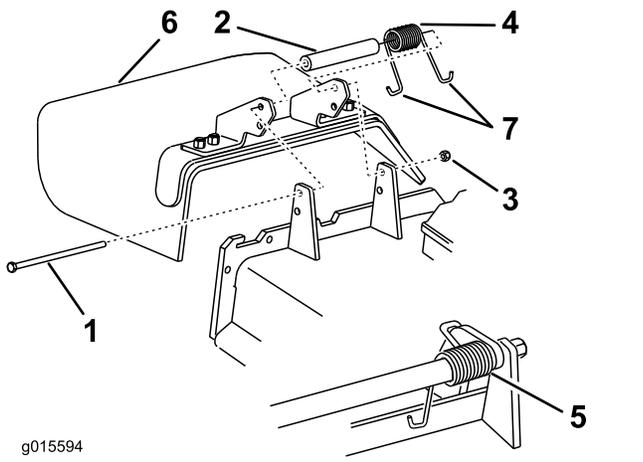

Figure 102
1. Retirez le contre-écrou, le boulon, le ressort et l'entretoise qui fixent le déflecteur aux supports de pivot (Figure 102).
2. Enlevez le déflecteur s'il est endommagé ou usé (Figure 102).
Remarque: Prenez soin de placer 1 extrémité en **J** du ressort derrière le bord du tablier avant de mettre le boulon en place, comme montré à la Figure 102.
6. Accrochez l'extrémité en **J** du ressort au déflecteur d'herbe (Figure 102).